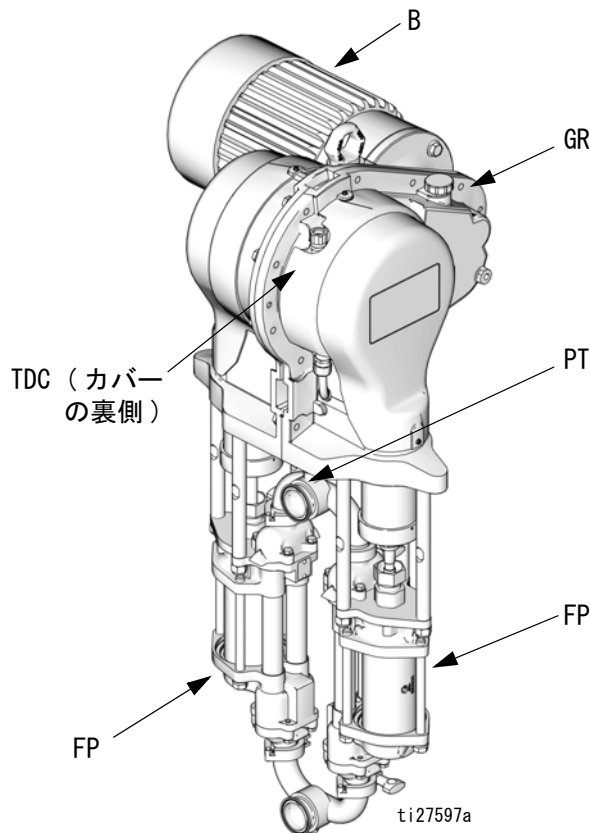

図 1. E-Flo 電動循環ポンプ
電動モーター (B) は、75:1 のギア減速機 (GR) に入力を与え、このギア減速機は 2 台の液体ポンプ (FP) を駆動します。図 1 を参照してください。2 台のポンプのストローク位置は補い合い、ポンプアセンブリからの安定したフローを実現させます。図 2 を参照してください。